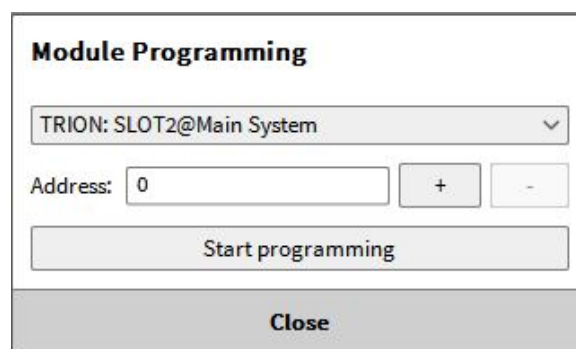

Abb. 4.41: Modulprogrammierung UI
- Wählen sie die richtigen seriellen Schnittstellen und klicken Sie auf *Programmierung starten* (siehe Abb. 4.41). Wenn die Module an mehreren seriellen Schnittstellen angeschlossen sind, muss die Programmierung für jede Schnittstelle wiederholt werden.